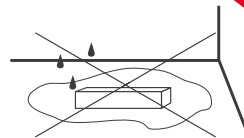

Рис. 3. Не устанавливать источник в местах скопления воды.
- 4.8. Не размещайте источник в местах и нишах, где может скапливаться вода. Нахождение источника в воде (лужа, тающий снег) вызывает разрушающие электрохимические процессы (рис. 3).